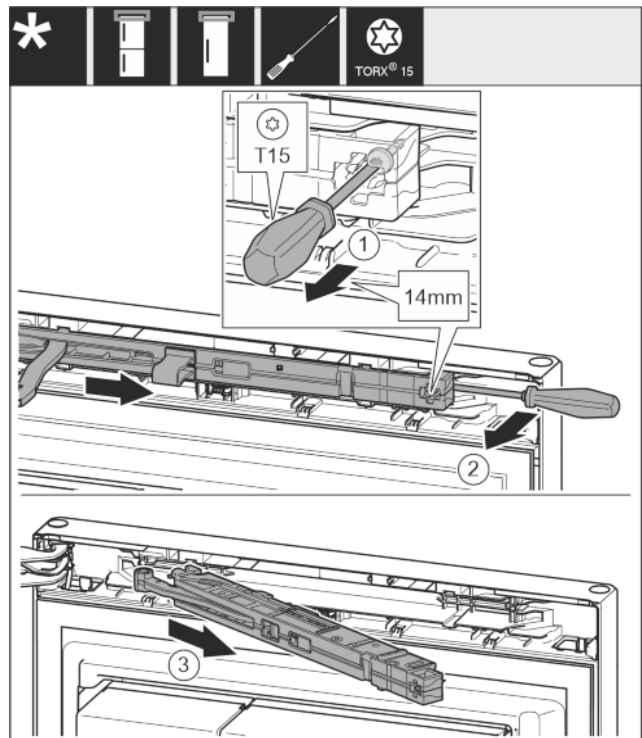

Fig. 9
- ▶ Skrutku na tmiči uzatvárania uvoľnite skrutkovačom T15 o cca 14 mm. Fig. 9 (1)
- ▶ Skrutkovač zasunúte na strane držadla za jednotku tmiča uzatvárania a otočte dopredu. Fig. 9 (2)
- ▶ Vytiahnite jednotku tmiča uzatvárania. Fig. 9 (3)